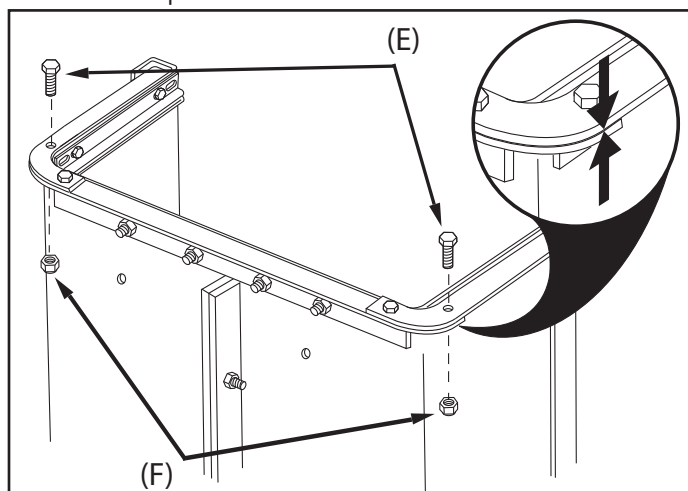

FIGURE 5
- Fixez les angles arrière (2 et 3) au support d'angle arrière inférieur (4) à l'aide de deux boulons hexagonaux de 1/4 po x 3/4 po (E) et d'écrous autofreinés de 1/4 po (F).
ÉTAPE 5 : (VOIR FIGURE 5)
- Installez les supports d'angle arrière (2 et 3) en utilisant deux boulons à tête hexagonale de 1/4 po x 3/4 po (E) et des écrous de blocage de 1/4 po (F). Serrez fermement.